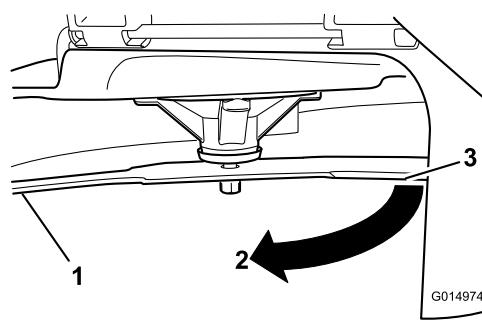

Figura 63
3. Distância medida entre a lâmina e a superfície (A)
4. Rode a mesma lâmina 180 graus para que a extremidade de corte oposta fique na mesma posição (Figura 63).